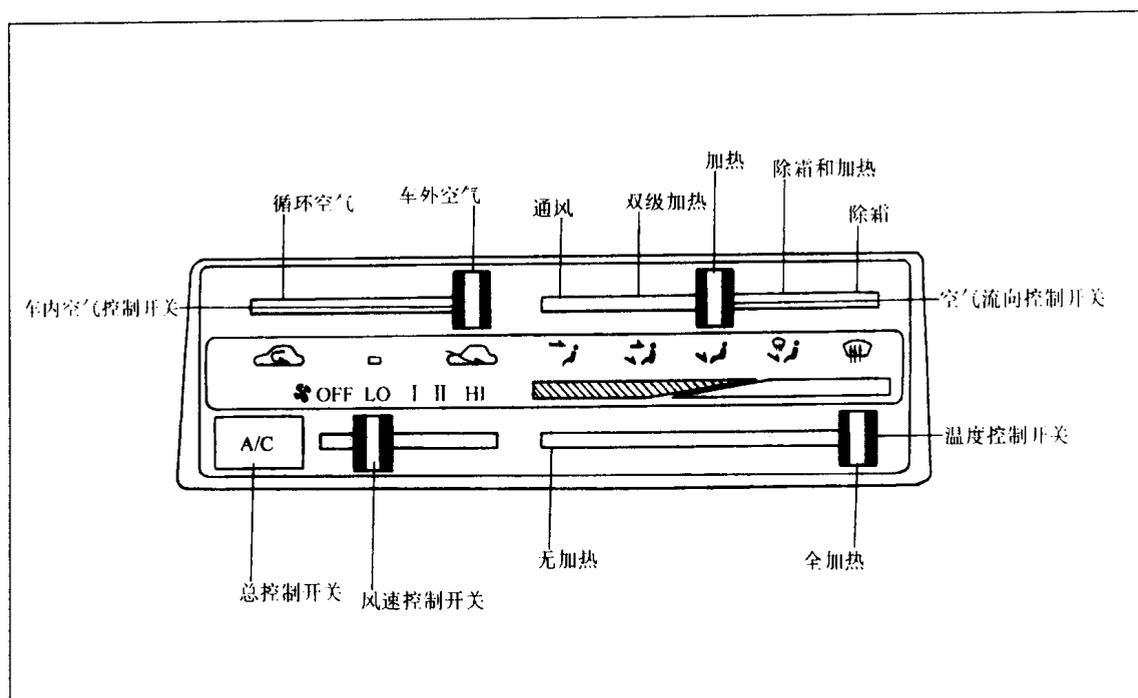

图 1-27 前暖气装置控制开关
(13) 前暖气装置控制开关, 如图 1-27 所示。总控制开关是控制空调系统的开和关; 车内空气控制开关是控制输入新鲜空气或循环车内空气; 空气流向控制开关是控制空气的流向 (即流向地板、仪表板通风孔或挡风玻璃); 温度控制开关是用来调整温度; 风速控制开关是控制鼓风机的开和关, 并选定开启的四个速度。